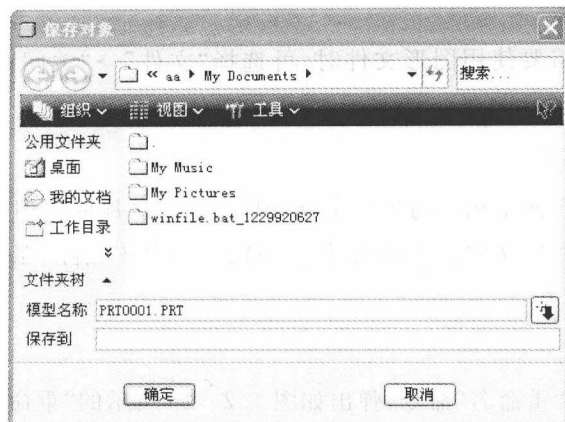

图 1.2-8 “保存对象”对话框
① 选择“文件”→“保存”命令或单击  按钮,弹出如图 1.2-8 所示的“保存对象”对话框,在查找范围下拉列表框中选择要保存的路径,然后在“模型名”文本框中输入要保存文件的名称或单击选中已有的文件,最后单击“确定”按钮即可。